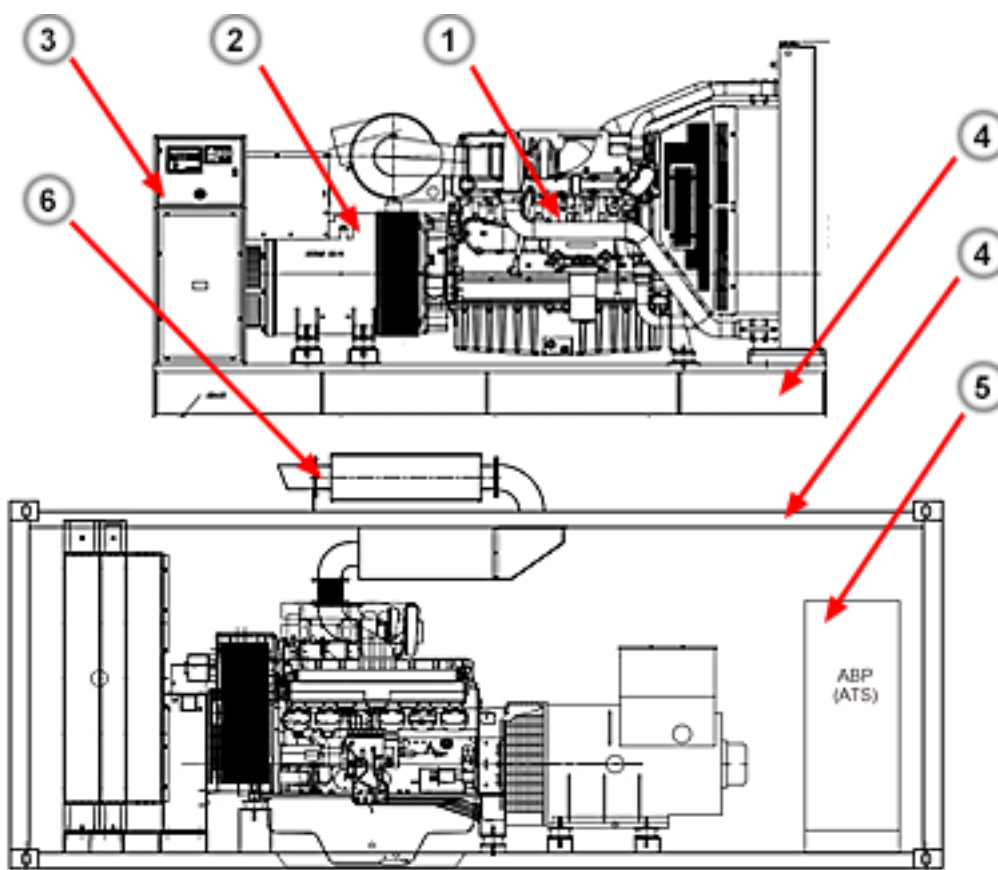

Рис. 1.
- Дизельный двигатель, включая подсистемы (подача воздуха и топлива, охлаждение) [Поз. № 1, Рис. 1];
- Синхронный генератор переменного тока – Альтернатор [Поз. № 2, Рис. 1];
- Система автоматического контроля, мониторинга и управления генераторной установкой [Поз. № 3, Рис. 1]; ;
- Система крепления оборудования (рама, контейнер или кожух), выполняющая дополнительные функции (шумоизоляции, защиты от воздействия факторов внешней среды и т.д.) [Поз. № 4, Рис. 1];
- Автомат ввода резерва (АВР) или Автоматическая трансфер панель, по-английски Automatic Transfer Panel (ATS), осуществляет непосредственную коммутацию нагрузки либо на питание от электросети, либо от дизельной электростанции [Поз. № 5, Рис. 1];
- Глушитель для отвода отработанных газов [Поз. № 6, Рис. 1];